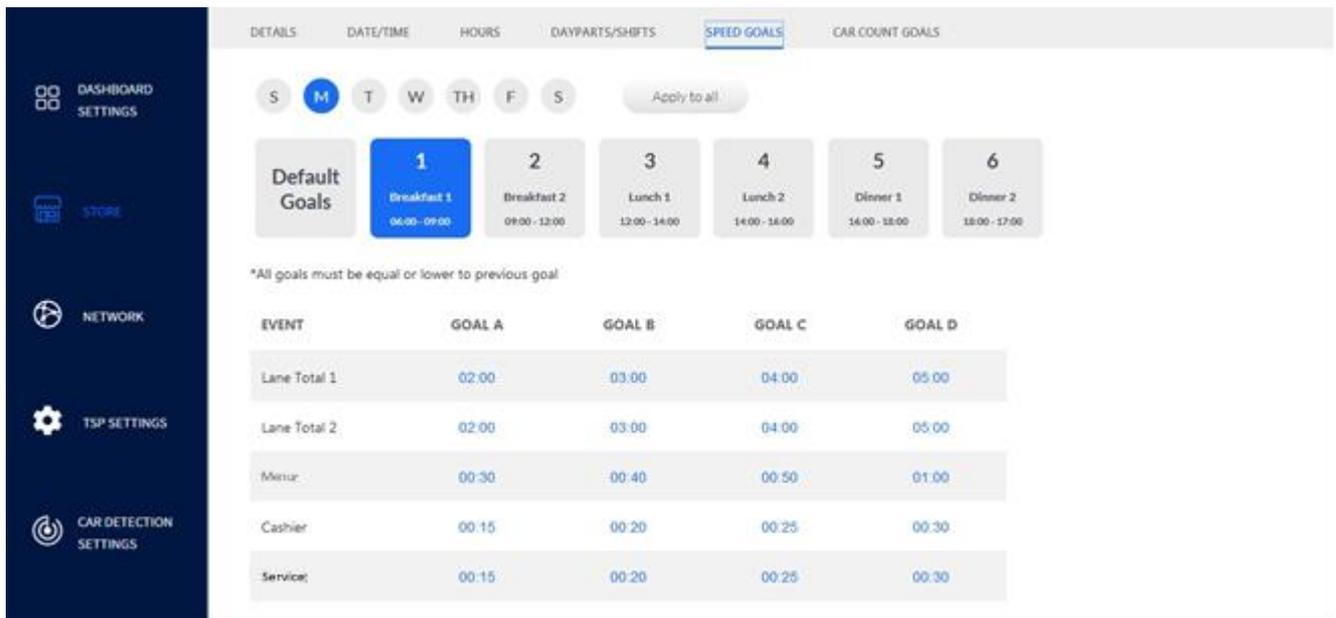

Abb. 4.5
**Beispiel:** Abb. 4.5 zeigt die Tage der Woche und darunter die Tageszeiten des ausgewählten Tags. In der Tabelle sind Ereignisse aufgeführt, denen vier verschiedene Vorgabewerte mit den Buchstaben A, B, C und D zugeordnet sind. In der Spalte **EVENT** sind 5 Ereignisse aufgelistet: „Lane Total 1“, „Lane Total 2“, „Menu“, „Cashier“, „Service“ (zwei Ereignisse für Gesamtspur 1 und 2 sowie je ein Erfassungspunkt an der Menütafel, beim Bezahlfenster und beim Ausgabefenster).